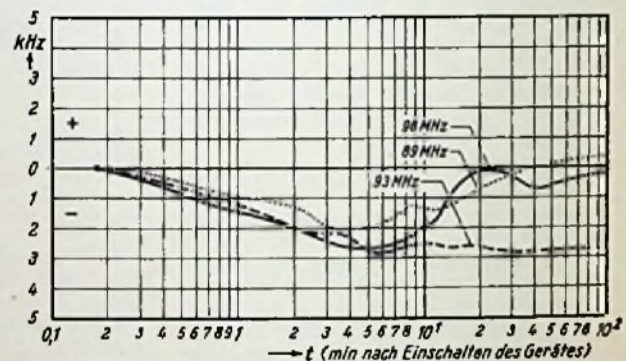

Bild 8. Frequenzgang des UKW-Oszillators bei drei verschiedenen Frequenzen
Bei kapazitiver Abstimmung können im letzten Stadium mit Hilfe von Serien- und Parallelkapazitäten zwei Stellen des Empfangsbereiches kompensiert werden. Nimmt man an, daß der Drehkondensator bei allen Drehwinkeln den gleichen Temperaturkoeffizienten besitzt, dann läßt sich ein gegensinniger Einfluß herbeiführen: Positiver Frequenzgang am unteren und negativer Frequenzgang am oberen Ende. In der Bereichsmittle heben sich beide Einflüsse auf. Bild 8 zeigt als Beispiel den temperaturbedingten Frequenzgang bei den Siemens-Empfängern des Jahres 1955/56 als Funktion der Betriebszeit für drei verschiedene Frequenzen. Die insgesamt noch auftretenden Abweichungen sind auch bei sehr schmalbandigen Zf-Filtern belanglos.
- c) In der π -Form können sehr leicht innere und äußere Leitwerte auf der Eingangs- wie auch Ausgangsseite zusammengefaßt (Bild 8 a, b) werden. Zieht man z. B. wie in Bild 8 b